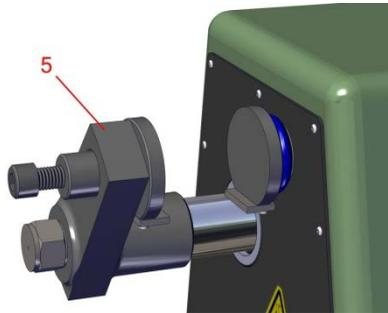
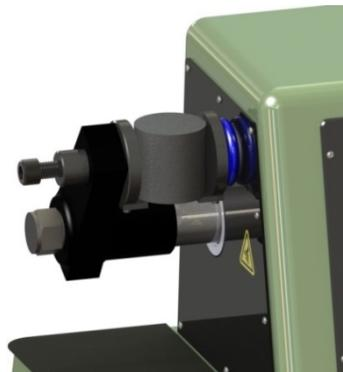

Abb. 5.3.1
Abb. 5.3.2
1. Die verstellbare Klemmhalterung mit dem darauf montierten Zubehör zur Spaltfestigkeitsprüfung auf das bewegliche Klemmteil (Abb. 5.3.1, Pos. 5) des Geräts montieren.
2. Die Aufnahmedorne auf der Klemmenrückseite müssen mit den Löchern am beweglichen teil (Abb. 5.3.1, Pos.5) und dem Festen Teil (Abb. 7.3, Pos. 11) eine Linie bilden. Die Klemmen behutsam auf den beweglichen bzw. festen Teil aufschieben.
Korrekte Montage/Sitz der Klemmen zur Spaltfestigkeitsprüfung (siehe Abb. 5.3.1 und Abb.5.3.2).